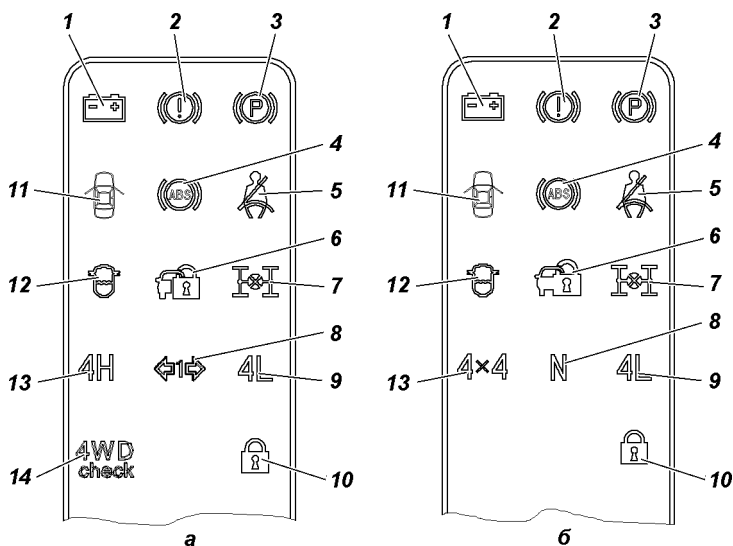

Рис. 3.6. Блок сигнализаторов (наименование позиций см. в тексте):
3 -блок сигнализаторов (изображен на рис. 3.6)
На рис. 3.6 изображен блок сигнализаторов.
- перед тем как отпустить педаль сцепления, убедиться, что соответствующий сигнализатор (4H или 4L рис. 3.6 а) в комбинации приборов включен или выключен.
Состояние "включено" - иммобилайзер блокирует пуск двигателя. При этом сигнализатор 6 (см. рис. 3.6) включения иммобилайзера включен постоянно.
После включения зажигания (см. рис. 3.4) сигнализатор б (см. рис. 3.6) включения иммобилайзера загорается на 1,5 секунды в тестовом режиме. Затем, до пуска двигателя сигнализатор индицирует состояние противоугонной системы:
-убедитесь, что зажигание включено, код ключа распознан (сигнализатор 6 (см. рис. 3.6) включения иммобилайзера выключен);
-в течение 10 секунд после включения выключите зажигание. Сигнализатор 6 (см. рис. 3.6) включения иммобилайзера начинает мигать, система включена;